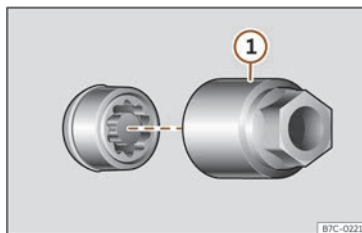

Fig. 247 Șurub roată antifurt cu căpăcel și adaptor.
- Introduceți adaptorul special >>> **fig. 247** (1) (trusa de scule >>> pag. 344) în șurubul de roată antifurt și apăsați-l complet.